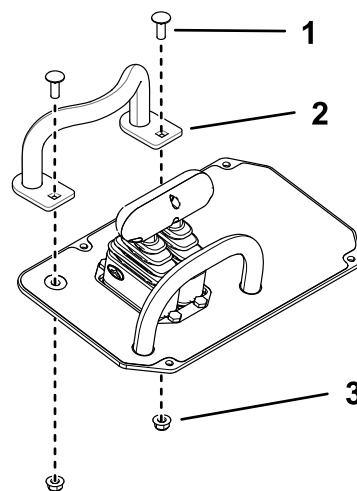

Figura 23
4. Montate la nuova stegola utilizzando 2 bulloni e 2 dadi (Figura 23).